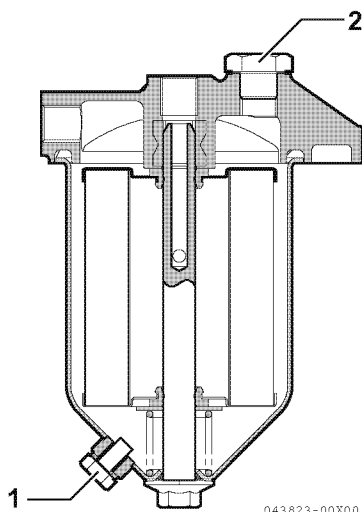

Abbildung 10
2. Ablass-Schraube (**Abbildung 10, (1)**) des Wasserabscheiders lösen und darin gesammeltes Wasser bzw. Schmutz ablassen. Angesammeltes Wasser und Schmutz korrekt entsorgen.
3. Nach dem Ablassen die Entlüftungsschraube (**Abbildung 10, (2)**) anziehen.